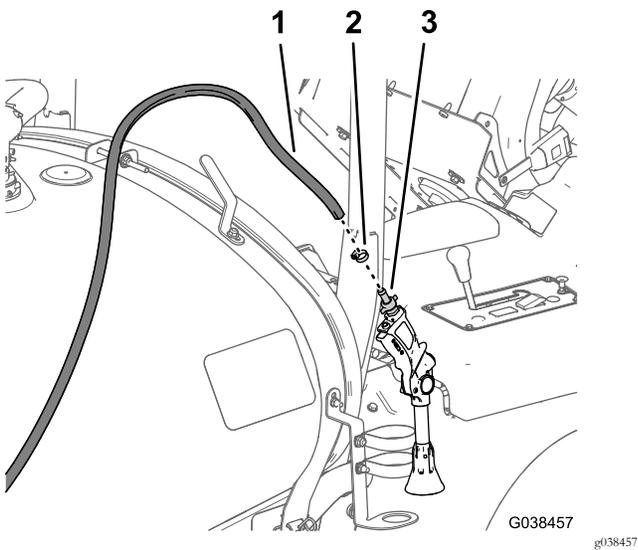

図 94
7. スプレーガンのバープ 図 94ステップ **ハンドスプレーキットオプション**を外す (ページ 10) で外したものを、スプレーホースに取り付けるクランプ6 11mmを使用する。